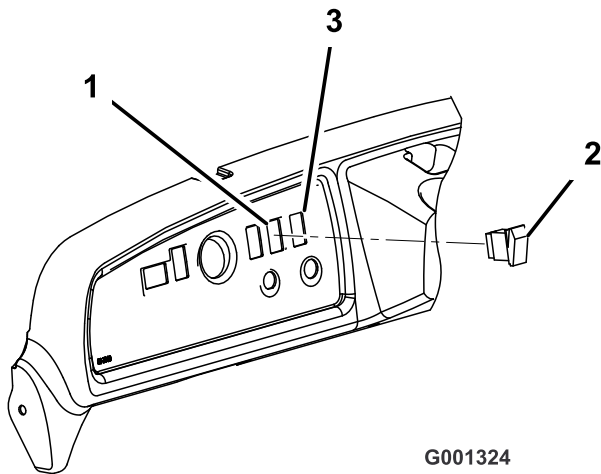

Bild 9
8. Entfernen Sie die Abdeckung vom Loch an der rechten Seite des Armaturenbretts (Bild 9).
9. Abdeckung den Schalter in den Zubehör-Anschluss im Armaturenbrett. Setzen Sie den Schalter in das Loch im Armaturenbrett (Bild 9).
10. Stecken Sie den Schalter in den Zubehör-Anschluss im Armaturenbrett. Setzen Sie den Schalter in das Loch im Armaturenbrett (Bild 9).